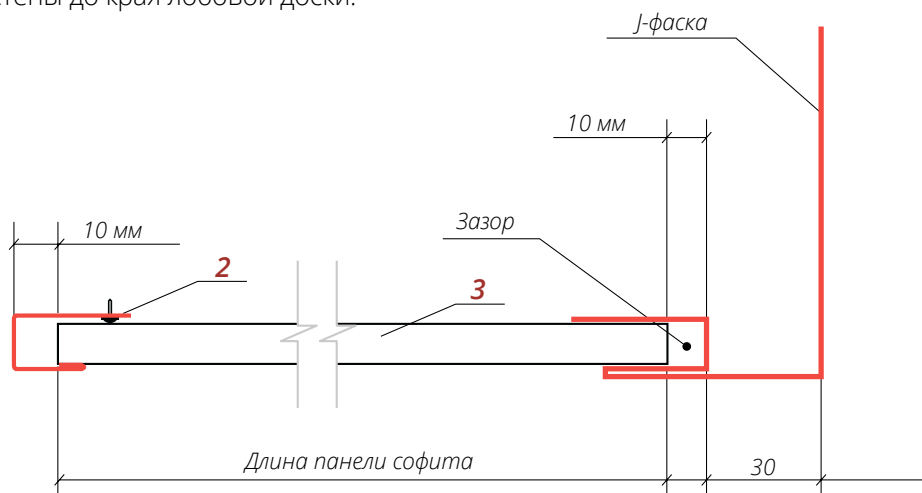

Рис. 13
- Заведите подготовленную панель 3 до упора в паз J-профиля 2, второй край вставьте в паз J-фаски 1. Сдвиньте панель на середину пазов и закрепите саморезами (рис. 13).